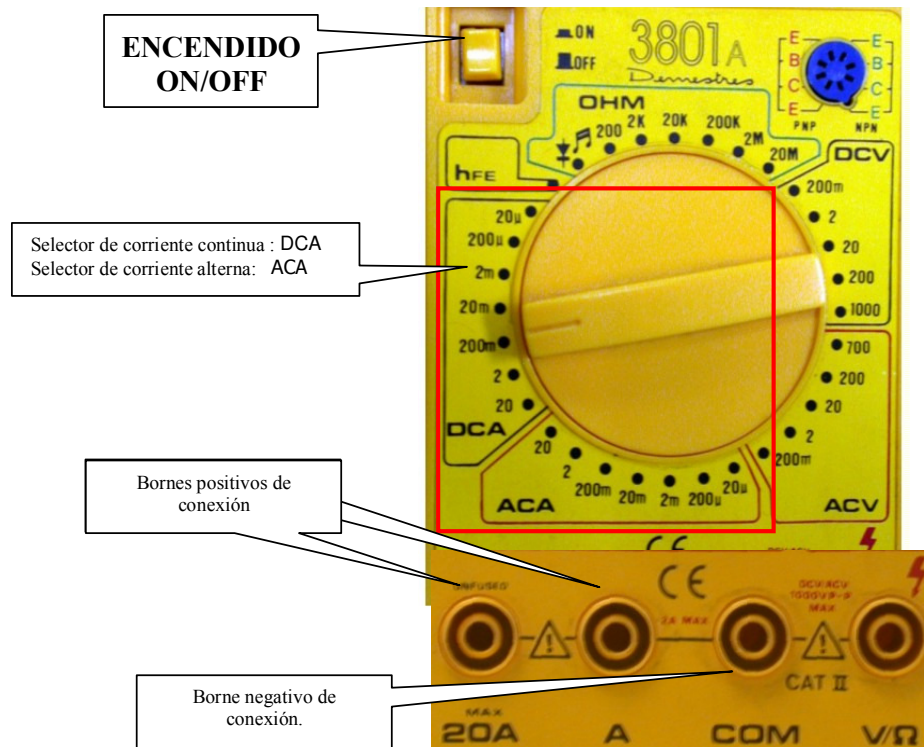

Figura 28: multímetro digital Demestres 3801A: detalle de los conectores, y mandos utilizados en la medida de intensidades.
1. Se conecta el multímetro Demestres 3801A (Figura 28), a través de los conectores **COM** y **A** en serie con la rama en la que se desea medir la intensidad de corriente. Las corrientes con las que vamos a trabajar en el laboratorio son del orden de mA, por lo que no necesitaremos utilizar la conexión de **20 A**.